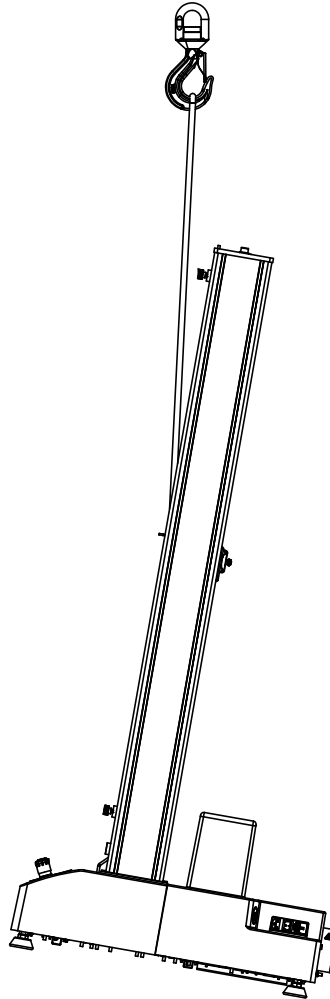

Figure 13. Levage du bâti de charge à l'aide d'une grue
1. Attachez l'élingue de levage à la traverse et fixez-la sur le crochet de la grue de sorte que l'élingue monte à partir de l'AVANT de la traverse comme illustré dans la Figure 13 à la page 67. Si vous utilisez des chaînes au lieu d'une élingue, entourez-les d'un matériau protecteur pour éviter de rayer ou d'endommager la surface de la traverse.